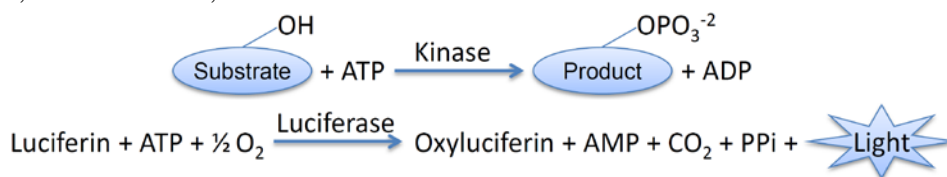

图1. 本试剂盒检测激酶活性的原理图。
- 本试剂盒的检测激酶活性的原理参考图1。激酶在反应过程中催化ATP上的磷酸基团转移到底物的羟基上, 从而使ATP转变为ADP, 这样就可以根据ATP的减少量来定量激酶的活性。借助ATP依赖的萤光素酶(也称萤光素酶)催化的萤光素发光反应, ATP可以通过测定化学发光来进行定量。这样就可以通过设置ATP的标准曲线, 来定量激酶反应体系中的ATP剩余量, 从而计算出ATP的消耗量, 最终计算出激酶的活性。激酶的活性和ATP的剩余量成反比, 即激酶活性越高, ATP剩余量越少, 发光值越低; 反之, 激酶活性越低, ATP剩余量越多, 发光值越高。